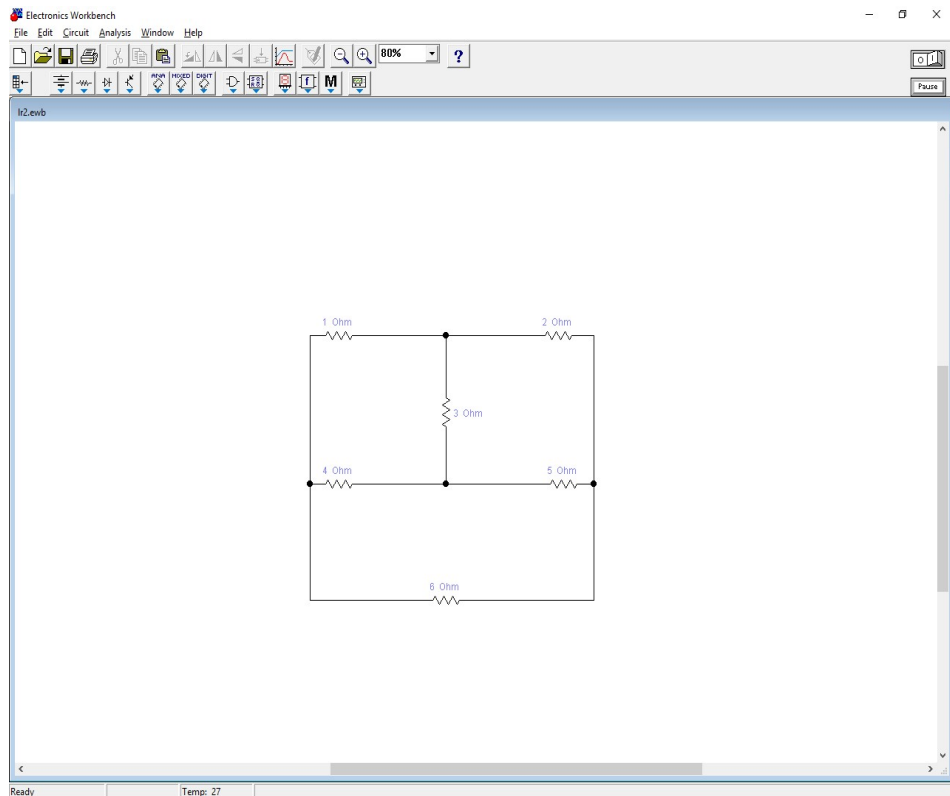

Рис. 2.3.1. Електричне коло з трьох незалежних контурів
1. Пасивну частину електричного кола (рис. 2.3.1) доповнити двома ідеальними джерелами напруги  $E_1 = 10$  В та  $E_2 = 20$  В, включивши перше з них послідовно з резистором номіналом  $i$  Ом, друге – послідовно з резистором номіналом  $j$  Ом за варіантом завдання з табл. 2.3.1, та накреслити досліджувану схему з позначенням елементів кола та їх параметрів.
1. Зібрати електричне коло згідно варіанту завдання (рис. 2.3.1, табл. 2.3.1), передбачивши прилади для вимірювань струмів віток та потенціалів вузлів.
1. Накреслити схему у відповідності з варіантом завдання до лабораторної роботи № 3 (рис. 2.3.1, табл. 2.3.1). Вказати на схемі параметри кола, а також напрямок струму у досліджуваній вітці, номер якої вказаний в табл. 2.4.1.